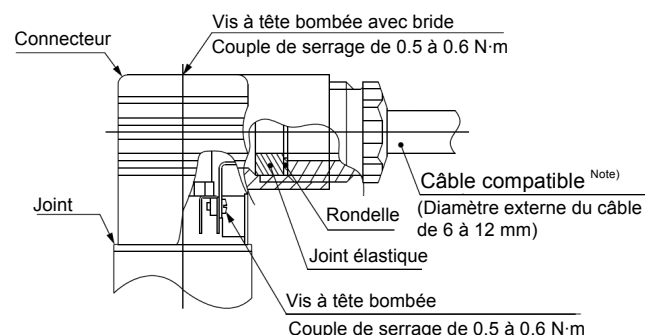

Figure 11
- Serrez les vis et les raccords au couple recommandé en Figure 11.